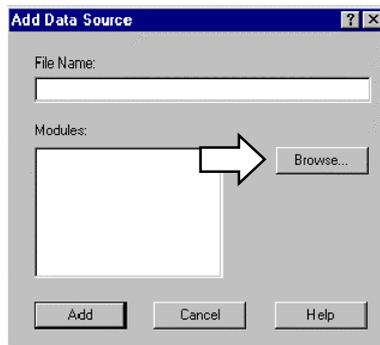

図 2-85 : [Add Data Source]ダイアログ・ボックス
2. 図 2-85 の[Add Data Source]ダイアログ・ボックスが現れるので、<Browse...>ボタンをクリックします。